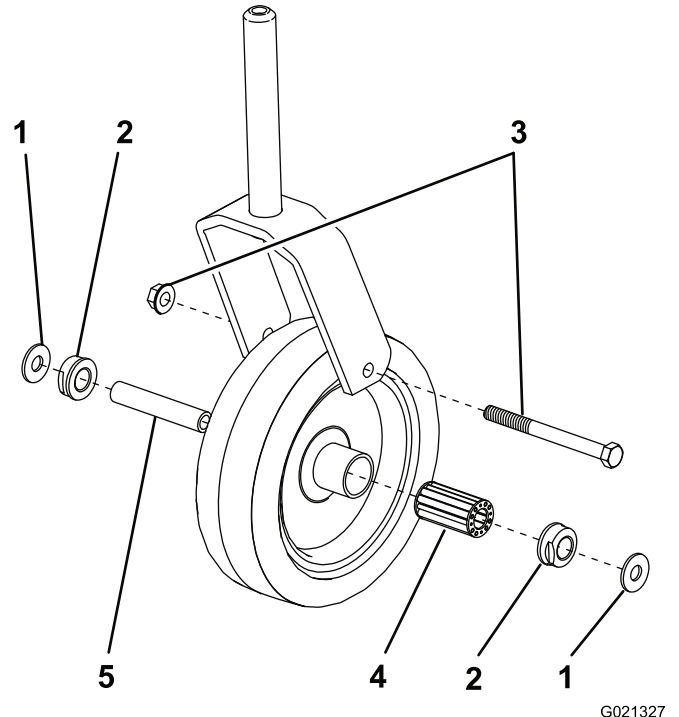

Bild 26
1. Entfernen Sie die Kopfschraube und Sicherungsmutter, mit denen das Laufrad und die zwei Scheiben zwischen der Laufradgabel gehalten werden (Bild 26).
2. Ziehen Sie die Spannbüchsen aus der Radnabe (Bild 26).
3. Entfernen Sie die Büchse aus der Radnabe und lassen das Lager herausfallen (Bild 26). Entfernen Sie die Büchse aus der gegenüberliegenden Seite der Radnabe.